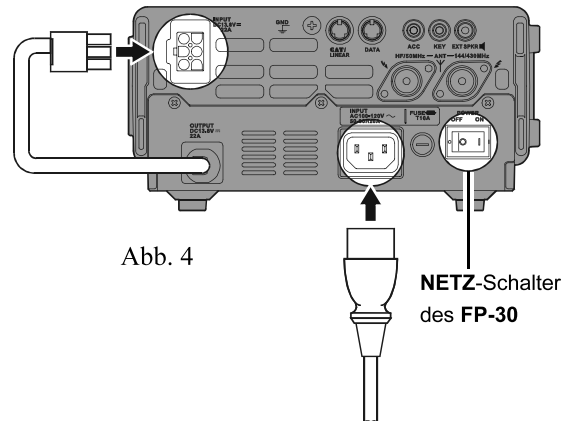

Abb. 4
4. Den 6-poligen Molex-Stecker des **FP-30** in die DCINPUT-Buchse auf der Rückseite des **FT-897D** stecken (Abb. 4).